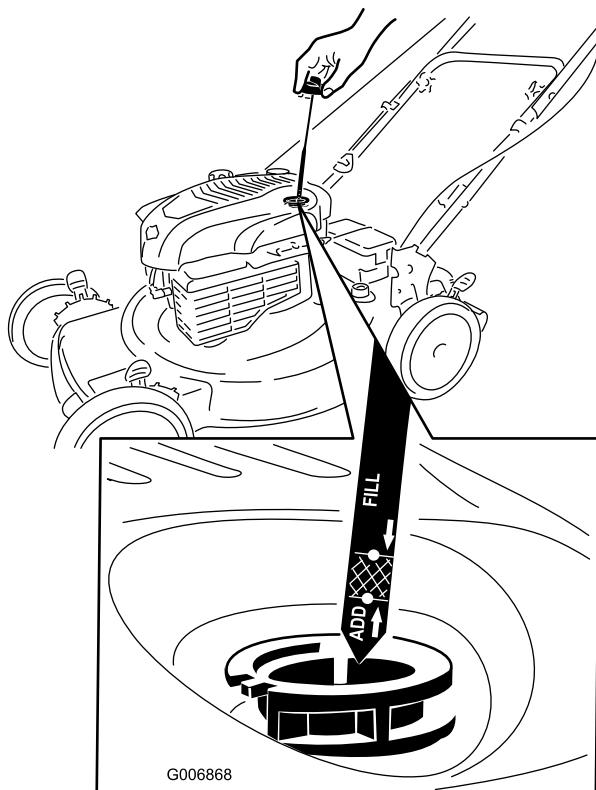

Figura 6
1. Retire la varilla (Figura 6).
2. Vierta **lentamente** aceite en el tubo de llenado hasta que el nivel llegue a la marca **"Full"** (lleno) de la varilla (Figura 6). **No llene demasiado.** (Capacidad